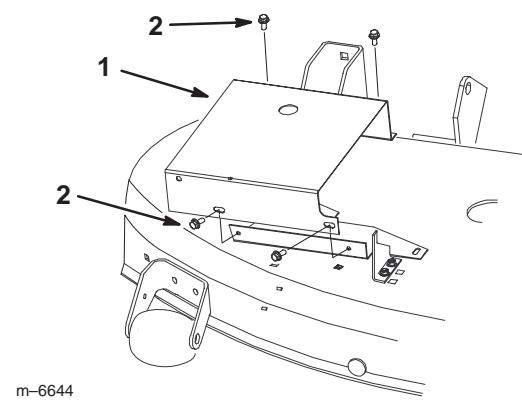

Figure 20
2. Montez le couvercle de la courroie, sans le serrer, sur la face extérieure du support du couvercle et le haut du plateau de coupe avec 3 vis à collerette (1/4 x 1/2 pouce) (Fig. 20).
3. Serrez les vis de fixation du couvercle de courroie du plateau de coupe (Fig. 20 et 22).